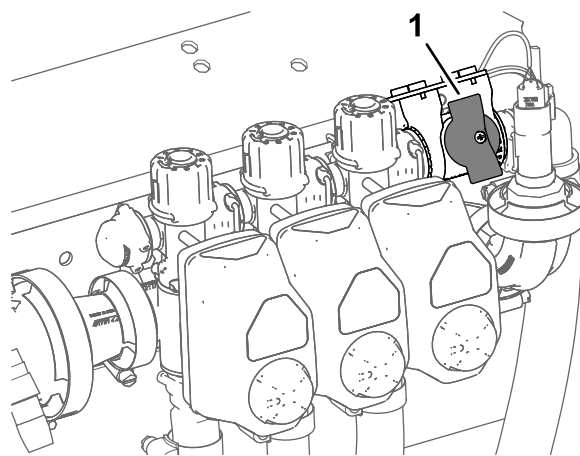

Figura 37
2. Rotii butonul pentru supapa de închidere de bypass pentru seciune în poziția închisă (Figura 37).